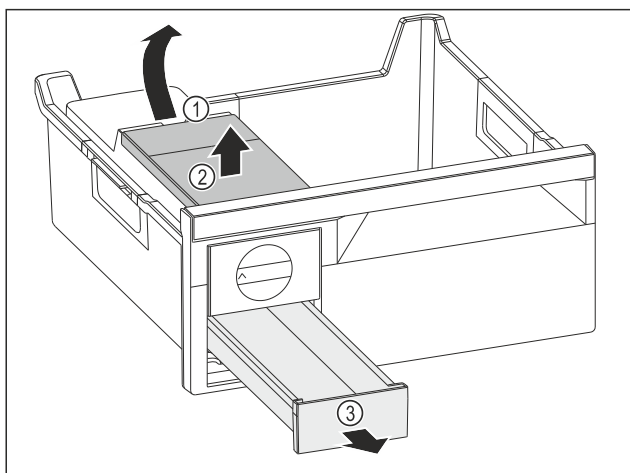

Fig. 88
- ▶ Изваждане на резервоара за вода: Повдигнете резервоара за вода при прорежа Fig. 88 (1).
- ▶ Извадете резервоара за вода Fig. 88 (2) нагоре.
- ▶ Извадете чекмеджето за ледени кубчета Fig. 88 (3) напред.